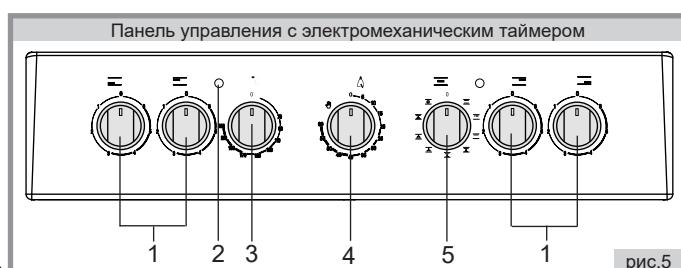

рис.5
- На рисунке панели управления (рис.5) присутствуют элементы комфорта, которые могут присутствовать на панелях различных моделей плит. Для Вашей плиты перечень элементов комфорта указан в таблице комфорта моделей плит на обложке настоящего руководства.